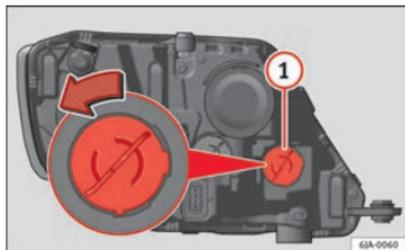

Fig. 157 Substituição da lâmpada das luzes indicadoras de mudança de direcção
- Rode o porta-lâmpadas ⇒ Fig. 157 ① para a esquerda e retire-o.